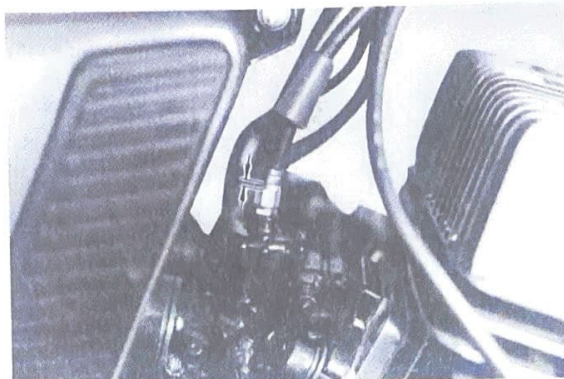

Fig. 58
1. After adjusting the idle speed, remove all slack in the throttle wire B. (Fig. 58)
1. Après avoir réglé le ralenti, rattraper tout le mou du câble B d'accélérateur. (Fig. 58)